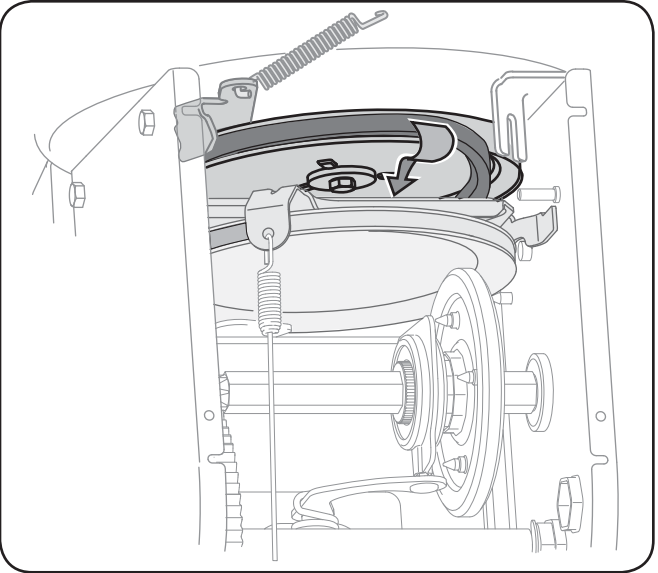

Fig. 7-6
- 8. Dégagez la courroie de la poulie de la tarière et faites glisser la courroie en le support et la poulie de la tarière. Voir la Fig. 7-6.